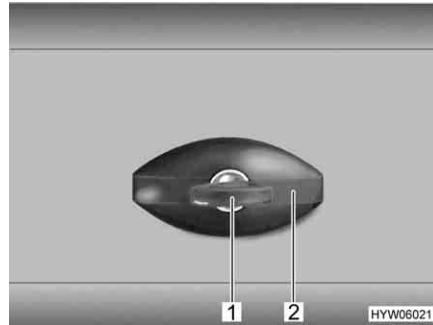

Fig. 63 Cerradura de la trampilla, de forma elíptica, cerrada
- Introducir la llave en el cilindro de cierre (Fig. 63,1) y girarla un cuarto de vuelta en sentido contrario a las agujas del reloj. El asidero de la cerradura (Fig. 63,2) se abre de golpe.